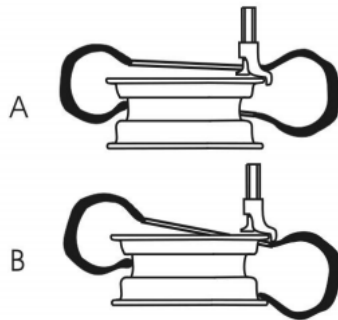
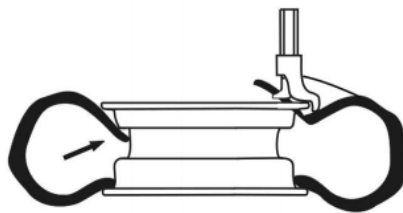

Abb.28
Abb.29
- Um den oberen Reifenwulst zu installieren, platzieren Sie den Reifen richtig und passen Sie die Position des Reifenwulsts an (wie bei der Montage des unteren Reifenwulsts in Abb.28-B). Drücken Sie den Reifen gegenüber dem Montage-/Demontagekopf in die Felgennut (Abb.29).